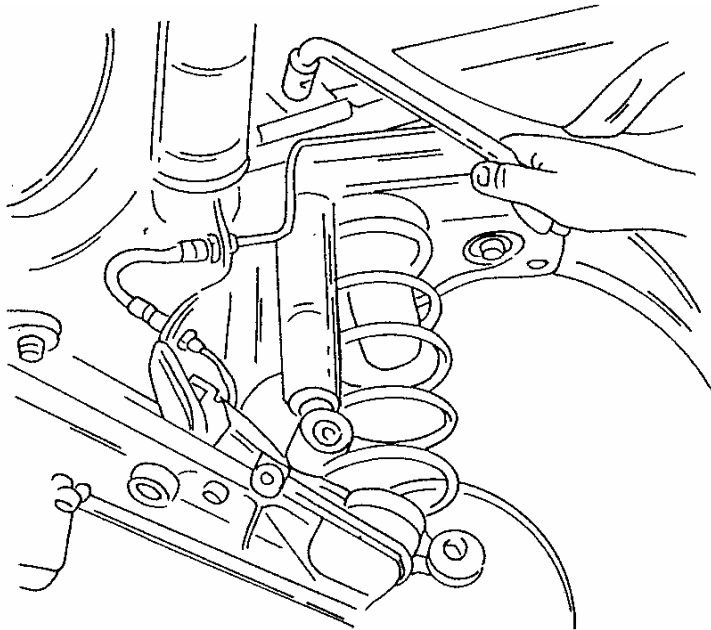

Bild 3
- Die Befestigung des Stossdämpfers an der Oberseite lösen. Bild 3 zeigt das Lösen an der Oberseite. Ebenfalls ist die Stellung des Längslenkers gezeigt.